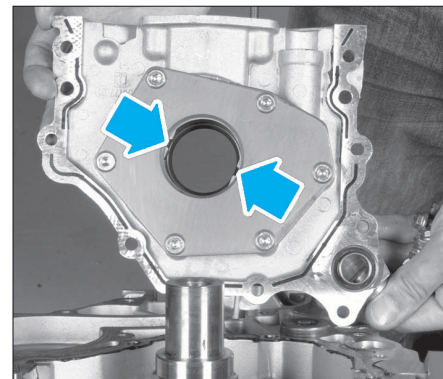

FIG. 30
- Poser un joint torique neuf, puis engager la pompe à huile sur le vilebrequin en alignant les deux méplats de la pompe sur ceux du vilebrequin (Fig.30).